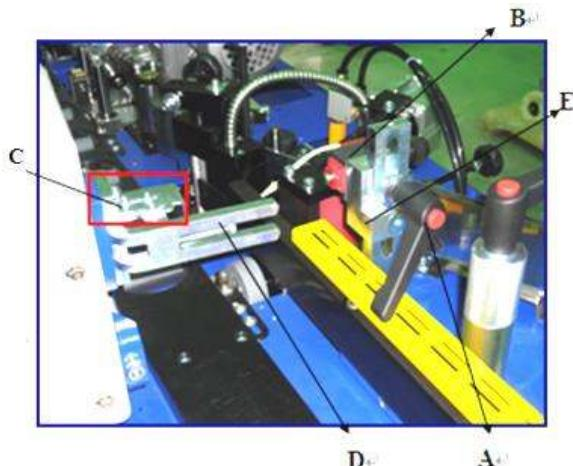

Рисунок 38
Система разблокировки, показанная на рис.38, имеет различные функции:
- Винт **A** (рис. 38) регулирует зазор ременного подающего механизма и, следовательно, давление бокового перемещения, которое обеспечивает надлежащее склеивание. Боковой прижим не должен быть чрезмерным, в противном случае, все модули попадут под нагрузку. Боковой прижим обычно устанавливается производителем при тестировании станка.
(рис. 38) немедленно останавливает все функции станка, кроме клеевой ванны. Открытие ременного подающего устройства имеет то же действие, что и **аварийный выключатель**. Перезапуск станка выполняется переключением в положение Вкл. Детали этой важной системы безопасности всегда должны быть исправны.
- c) Система трения скольжения **E** (рис. 38) удерживает алюминиевый блок на месте, когда ременное подающее устройство открыто. Когда ременное подающее устройство закрыто, происходит специальный электрический контакт, разрешая запуск станка.
Для различных операций (т.е.: облицовка чувствительного материала), возможно УМЕНЬШИТЬ боковой прижим, регулируя винт **D** (рис. 38), который действует в качестве упора на подающем узле.
Следовательно, необходимо повторно установить специальный электрический контакт **B** (рис. 38), используя винты на в пазах **C** (рис. 38).